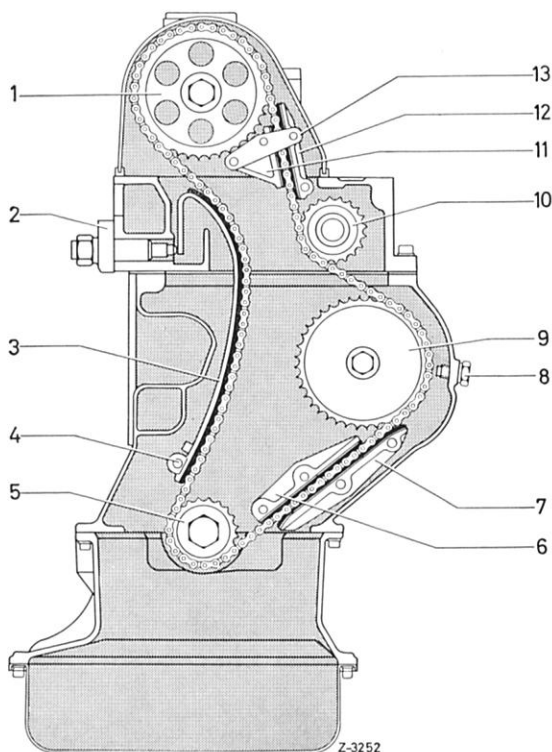

Bild 05-1/1
Anstelle des Spannrades haben die Motoren der obengenannten Typen eine Spannschiene (3), auf der die Kette gleitet. Der Aus- und Einbau der Spannschiene erfolgt bei montiertem Zylinderkopf (Bild 05-1/1 bis 4).